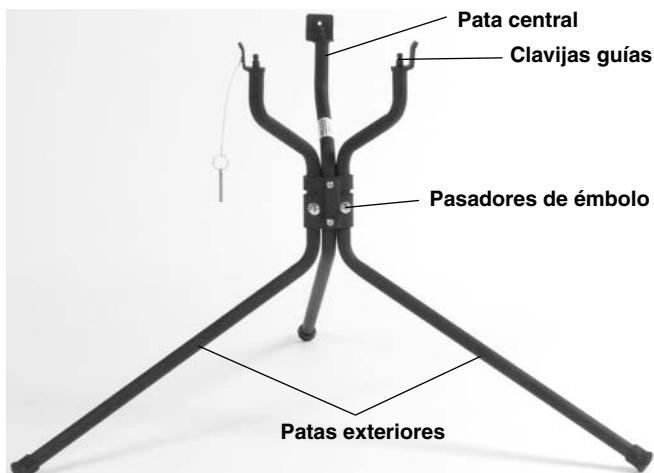

Figura 3 – Soporte Modelo 120 en posición ABIERTA
- Abra las dos patas exteriores del Soporte No. 120 hacia fuera hasta que los pasadores de émbolo enganchen (*Figura 3*). Asiente el Soporte en el suelo.
- Levante la Roscadora de las manijas derecha e izquierda y móntela sobre el Soporte No. 120. Asegure de colocar la base de la máquina sobre las clavijas guías en la parte superior de las patas del Soporte (*vea la Figura 3*). La pata central del Soporte se alinea debajo del dispositivo de centrado trasero de la máquina.